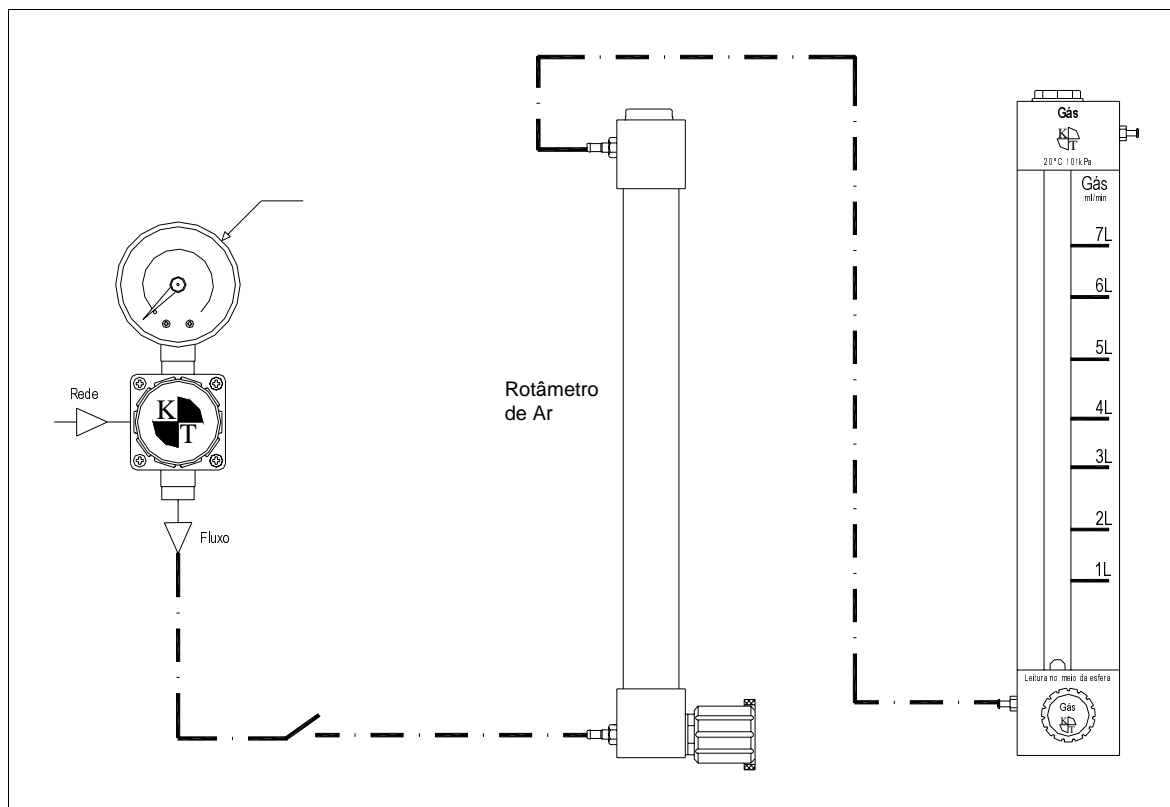

Figura 5.8: Esquema para verificação da escala do rotâmetro de Ar
1. Seguindo o esquema da Figura 5.8, verifique o livre deslocamento da esfera ao longo de toda a escala;